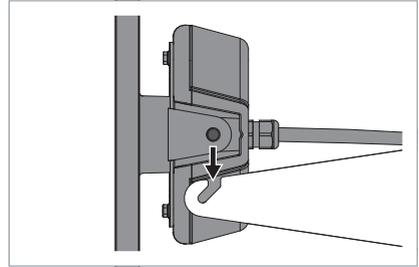

Fig. 11: Leuchte in Halterung einhängen.
- ▶ Hängen Sie die Leuchte in die Halterung ein, siehe Fig. 11.